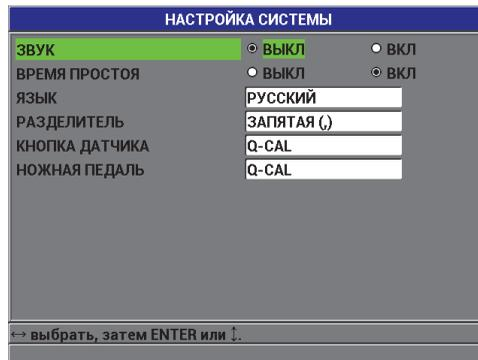

Рис. 3-1 Экран **НАСТРОЙКА СИСТЕМЫ**
3. В окне **НАСТРОЙКА СИСТЕМЫ** (см. Рис. 3-1 на стр. 62):